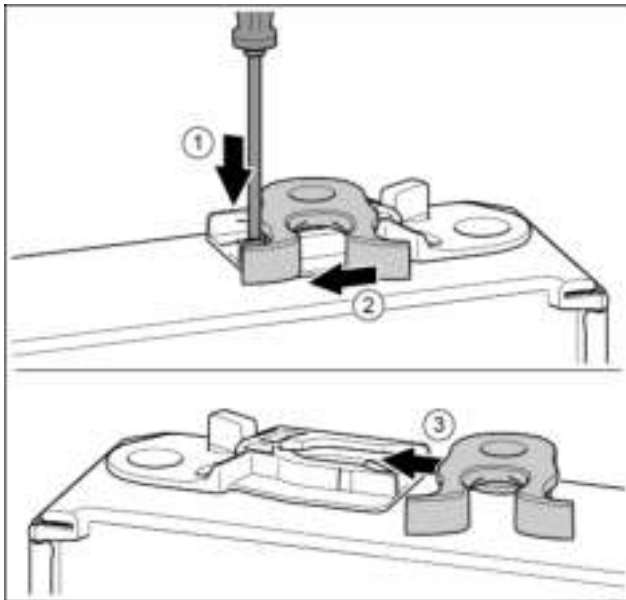

Fig. 18
- ▶ Lip met sleufschroevendraaier naar onder drukken. Fig. 18 (1)
- ▶ Sluithaak uit de geleiding trekken. Fig. 18 (2)
- ▶ Sluithaak aan de andere kant van de geleiding schuiven. Fig. 18 (3)